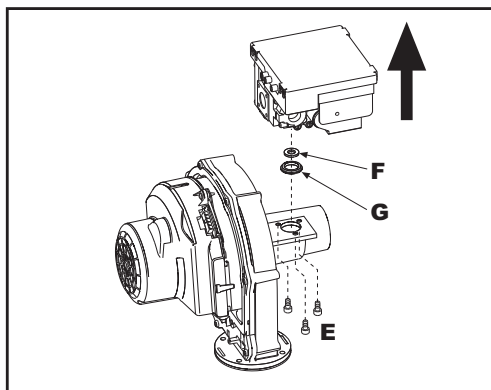
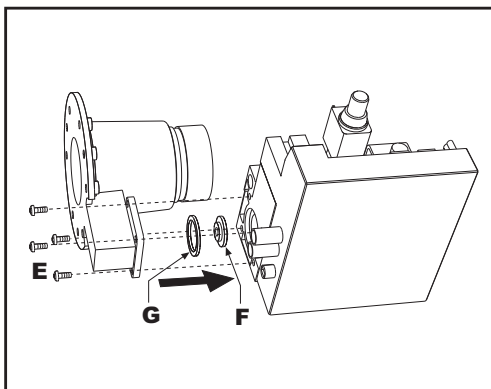

fig. 57 - modello ENERGY TOP B 80 - 160
fig. 58 - modello ENERGY TOP B 125 - 250
7. Svitare le viti di fissaggio "E" (fig. 57 modello ENERGY TOP B 80 - 160 e fig. 58 modello ENERGY TOP B 125 - 250) e togliere la valvola gas.
8. Sostituire l'ugello gas "F" (vedi fig. 57 per il modello ENERGY TOP B 80 - 160 e fig. 58 per il modello ENERGY TOP B 125 - 250) posizionandolo all'interno della guarnizione "G" con quello contenuto nel kit di trasformazione. Rimontare i componenti e verificare le tenute.